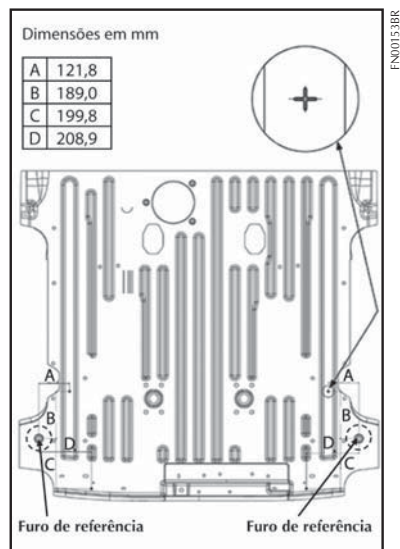

fig. 2
- Efetuar no veículo a furação com Ø (diâmetro) 11 mm traspassando o assoalho posterior (ver detalhe **A-fig. 1**) e a longarina nas marcas esquemáticas indicadas no **fig. 2**.